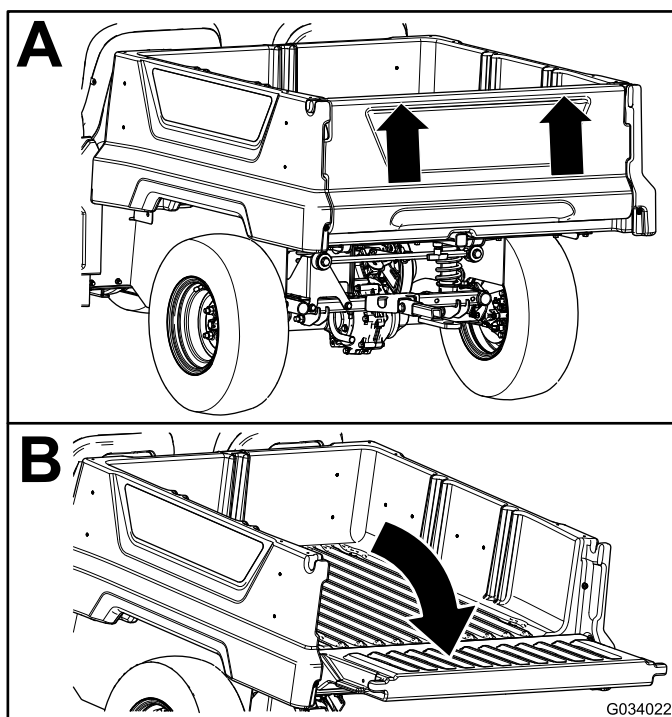

Figura 13
2. Utilizzando entrambe le mani, sollevate la sponda posteriore utilizzando il bordo vicino alla parte superiore della sponda posteriore (Figura 13).
3. Abbassate la sponda posteriore in modo che sia a livello con la parte inferiore del pianale (Figura 13).